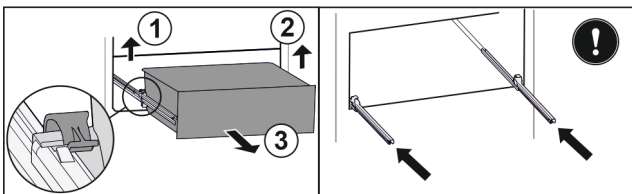

Fig. 149
- Lyft vänster klämma och dra samtidigt utdragslåda till vänster framåt. Fig. 149 (1)
- Lyft höger klämma och dra samtidigt utdragslåda till höger framåt. Fig. 149 (2)
- Ta ut utdragslåda genom att dra den framåt. Fig. 149 (3)